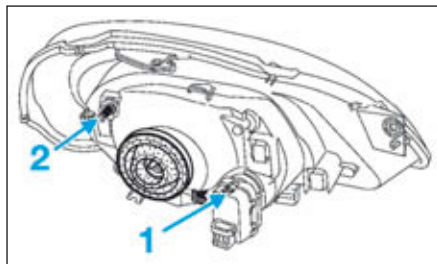

FIG.76
- Actionner (Fig.76) :
- la vis (1) pour le réglage en site,
- la vis (2) pour le réglage horizontal.